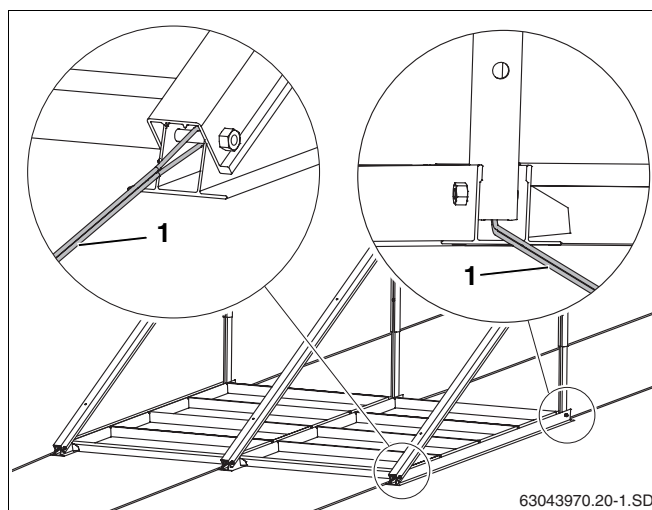

Fig. 28 Sostegno per tetto piano con fissaggio con funi
- Fissare ciascun collettore con almeno 2 funi metalliche (fig. 28, **pos. 1**), a cura del committente, alla vite del profilo inferiore e a un idoneo appiglio del tetto.